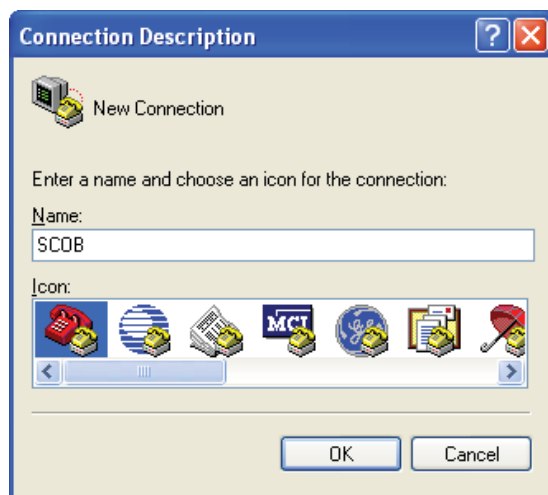

図 15. シリアル接続の構築
6. **スタート > すべてのプログラム > アクセサリー > 通信 > HyperTerminal** の順に選択します。**接続内容**ダイアログが表示されます（図 15 を参照してください）。